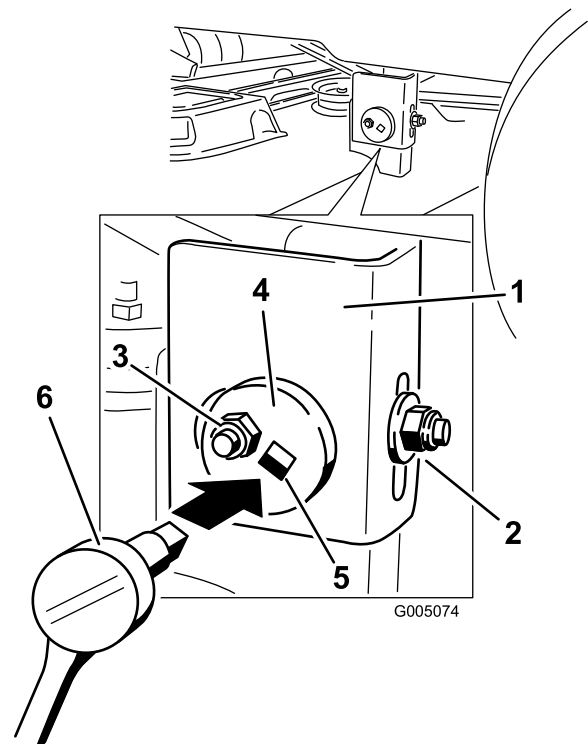

Figure 42
7. Du côté gauche de la machine, desserrez sans le retirer, l'écrou de blocage arrière sur le support (Figure 42).
8. Desserrez l'écrou de blocage latéral sur le support jusqu'à ce qu'il soit possible d'ajuster la plaque centrée (Figure 42). Utilisez une clé à douille munie d'une rallonge de 3/8 pouce pour manipuler la plaque centrée. Utilisez la clé pour repositionner le plateau de coupe à la hauteur voulue.
9. Arrêtez le plateau de coupe et vérifiez sa hauteur, puis serrez l'écrou de blocage latéral sur le support pour fixer cette nouvelle position (Figure 42).